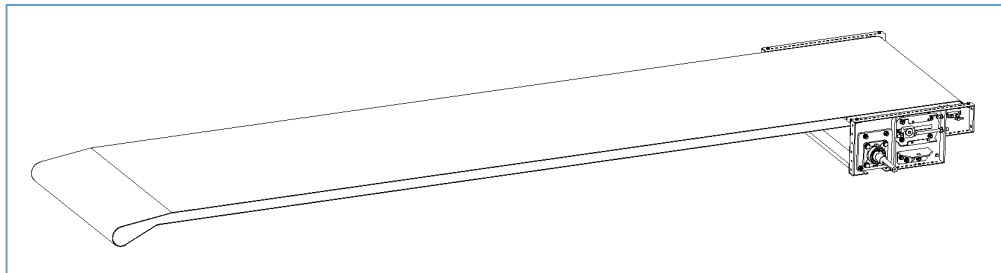

Figura 28 – tappeto srotolato
2. Srotolare il tappeto sul pavimento per tutta la sua lunghezza (vedi Figura 28).